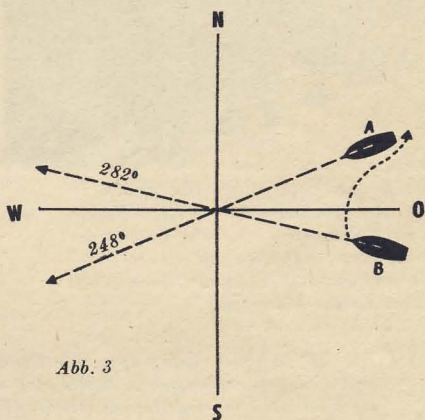

Abb. 3
3. Aufgabe: Der Wind ist SSO, sehr steif. Ein Dampfer A steuert WSW (248°). Von A aus erblickt man einen etwa WzN (282°) steuernden Dampfer B an der Steuerbordseite schon ziemlich nahe bei. Wer ist ausweichpflichtig und was ist zu veranlassen? (Abb. 3)